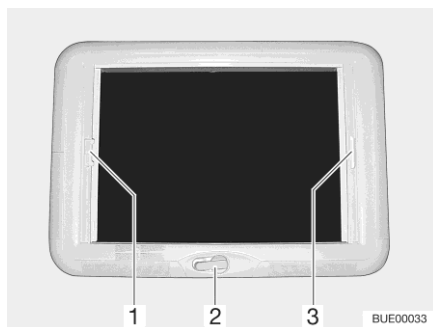

Fig. 127 Lanterneau à manivelle
- Tourner la manivelle (Fig. 127,2) jusqu'à ressentir une résistance.
- Tirer la poignée du dispositif occultant plissé (Fig. 127,3) et le relâcher lorsqu'il a atteint la position voulue. Le dispositif occultant plissé reste alors à cette position.
- Tirer sur la poignée (Fig. 127,1) de la moustiquaire jusqu'à toucher la poignée du dispositif occultant plissé (Fig. 127,3) située vis-à-vis et la faire s'enclencher.
- Appuyer sur la poignée de la moustiquaire (Fig. 127,1) vers l'arrière et le haut et décrocher la moustiquaire du dispositif occultant plissé (Fig. 127,3).